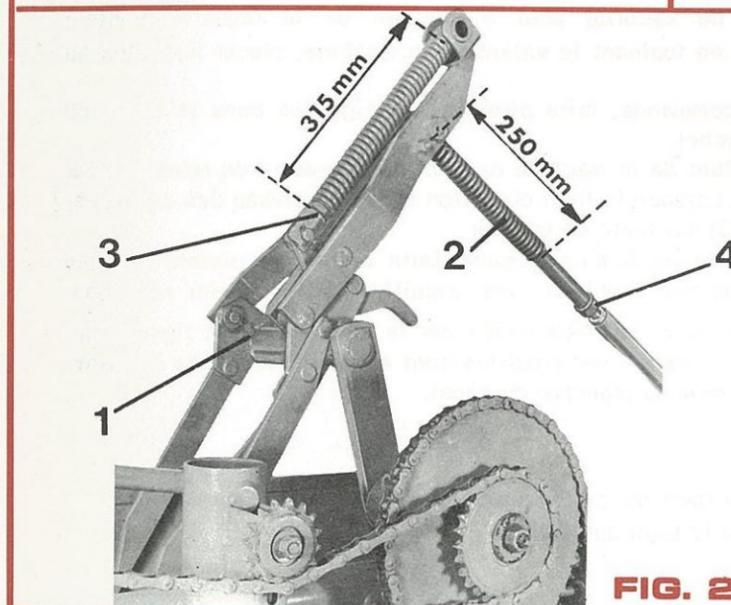

FIG. 25
- Limiteur d'effort à verrou sur la fourche tasseuse (1 fig. 25).
- Ressort compensateur sur la bielle de point fixe de la fourche tasseuse (2 fig. 25).
verrou de sécurité de la fourche tasseuse (fig. 25)
ressort de compensation de la bielle de point fixe (fig. 25)